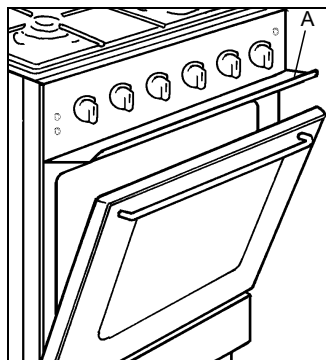

fig. 5
- Se deschide ușa cuptorului și se montează paravanul protector "A" (fig. 5).
În timpul funcționării frigării rotative părțile accesibile ale mașinii se încălzesc. Îndepărtați copiii. Utilizarea frigării rotative se face cu ușa cuptor întredeschisă și paravan protector "A" montat (fig.5). Axul frigare și suportul sunt foarte fierbinți după folosire. Utilizați mănușile de bucătărie.
- Se deschide ușa cuptorului și **se montează paravanul protector "A"** (fig. 5).
Se montează în timpul folosirii arzătorului grătar și a frigării rotative (ca în fig 5).